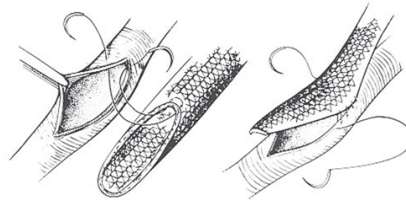

Fig. 5
2. Monofilamentpolypropylen er det foretrukne suturmaterialet. Under suturering skal kantene på protesen krenses, og man må sikre at hele veggtykkelsen og et nettøye tas opp med hvert sting. Fig. 5. Det anbefales å kun bruke ikke-kuttende nåler ved sying.